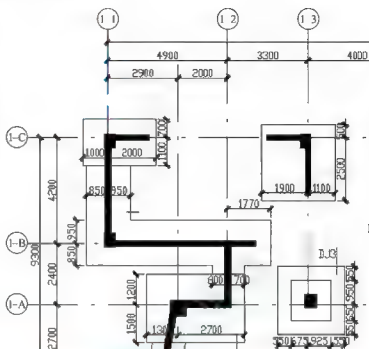

图 2.1 2#主题教育馆结构图纸
依据 2# 主题教育馆结构图纸（图 2.1），创建主题教育馆 1~4 层的结构标高，绘制④~⑪轴的轴网布局。